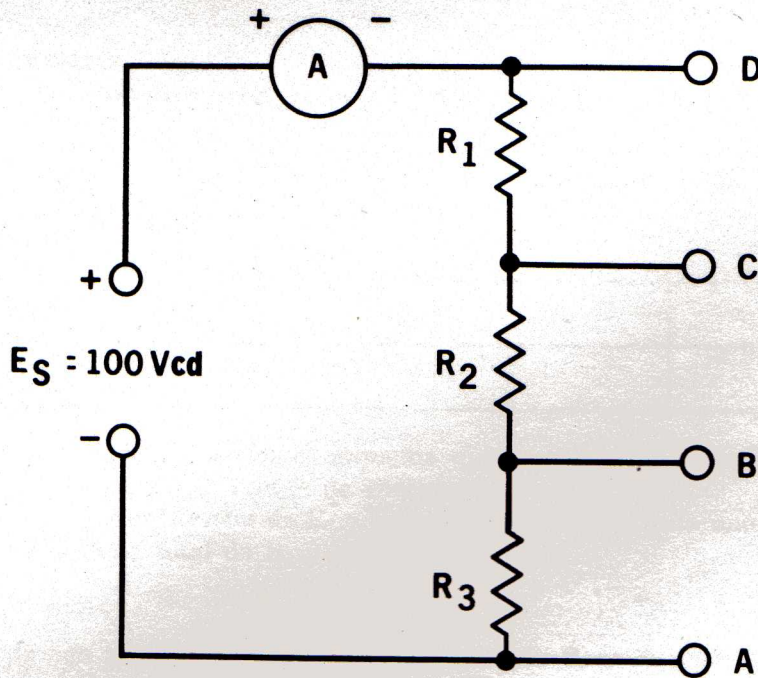

Fig. 10-2
2. La Fig. 10-2 es un circuito divisor de tensión con tres resistencias conectadas a una fuente de 100 volts.